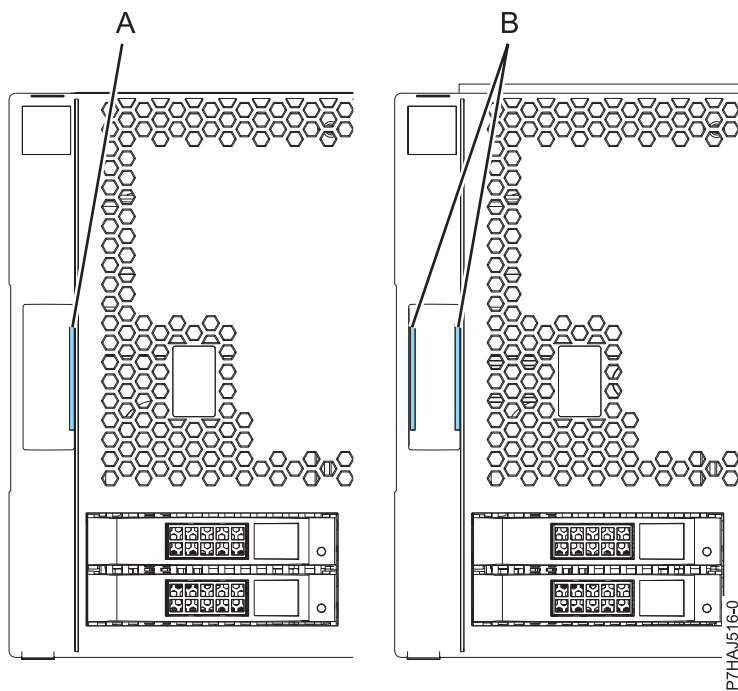

Figure 6. Identification des capots anciens et nouveaux
Remarque : Les anciens capots (expédiés avant le 1er mars 2011) sont reconnaissables à la bande bleue unique (A) située sur les taquets du capot. Les nouveaux capots possèdent deux bandes bleues (B). Voir figure 6, à la page 22.